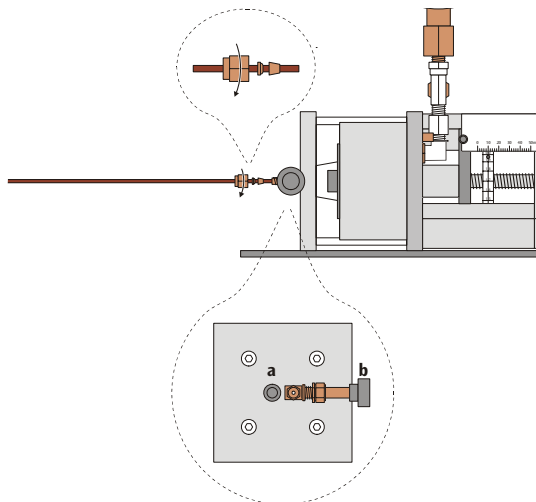

Fig. 3: Conexión de la tubería fija
- Los racores para tubería se insertan en el tubo, empezando con la tuerca para racores (ver Fig. 3 entregados (ver Fig. 3, la secuencia y la orientación como se tiene prevista en la unión de cables).